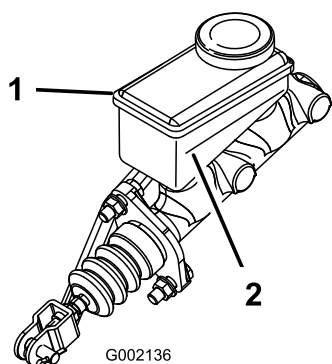

Figure 57
3. Observez le repère de niveau sur le côté du réservoir (Figure 57).
- B. Versez du liquide de frein DOT 3 dans le réservoir jusqu'à ce que le niveau dépasse le repère minimum (Figure 57).